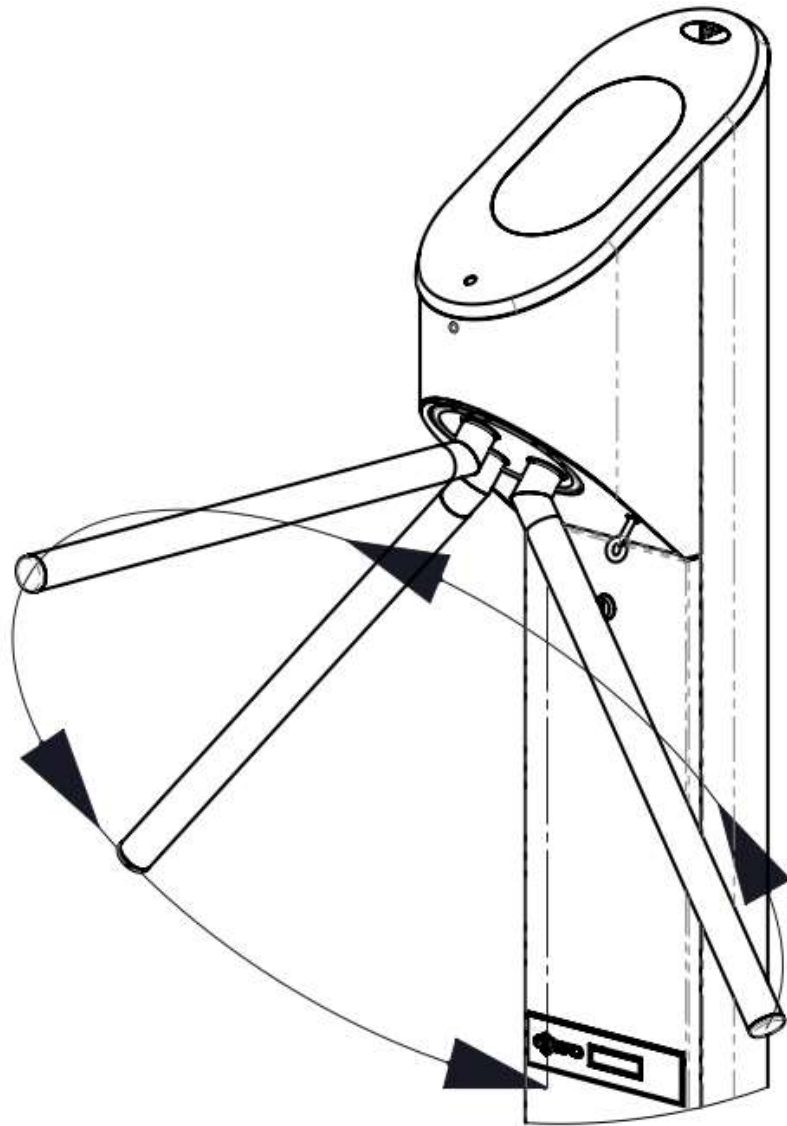

Рисунок 10 – Провернуть «узел преграждающих планок» на  $\frac{3}{4}$  оборота и сложить планки.
- 3) Удерживая ключ в нажатом состоянии, повернуть «узел преграждающих планок» на  $\frac{3}{4}$  оборота (рисунок 10). Каждая преграждающая планка, проходя, через нижнюю точку вращения – разблокируется и остается в нижнем, вертикальном положении. Когда три преграждающие планки окажутся в нижнем вертикальном положении – проход через турникет будет свободным.